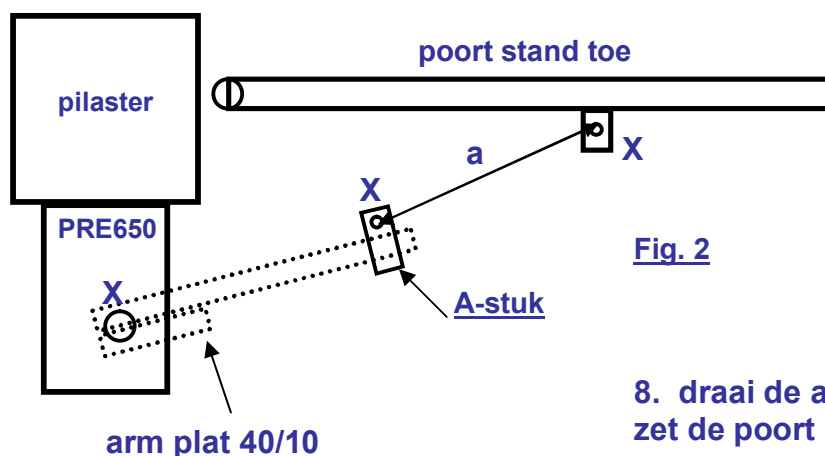

Fig. 2
7. neem de maat a (zie fig. 2)